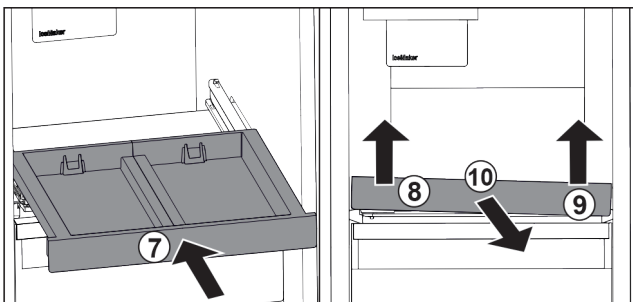

Fig. 106
- ▶ Työnnä vetotaso sisään. Fig. 106 (7)
- ▶ Nosta vetotaso edestä vasemmalta. Fig. 106 (8)
- ▶ Nosta vetotaso edestä oikealta. Fig. 106 (9)
- ▶ Vedä vetotaso eteenpäin pois. Fig. 106 (10)